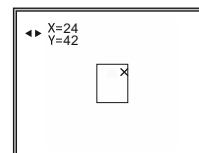

Рис.4
9) На дисплее появятся: опорный крест X красного цвета, горизонтальные стрелки и координаты опорного креста ↻ X=00 Y=00 (рис.4).